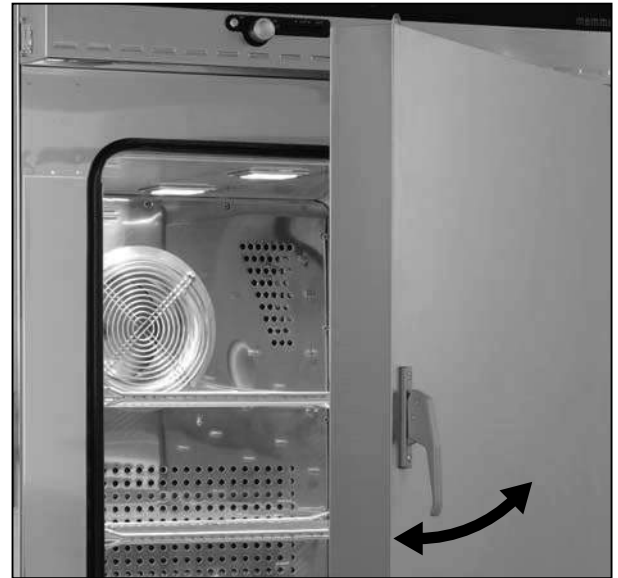

Fig. 16 Apertura y cierre de la puerta
- ▶ Para abrir la puerta, tire del agarre hacia arriba y gire la puerta (Fig. 16).